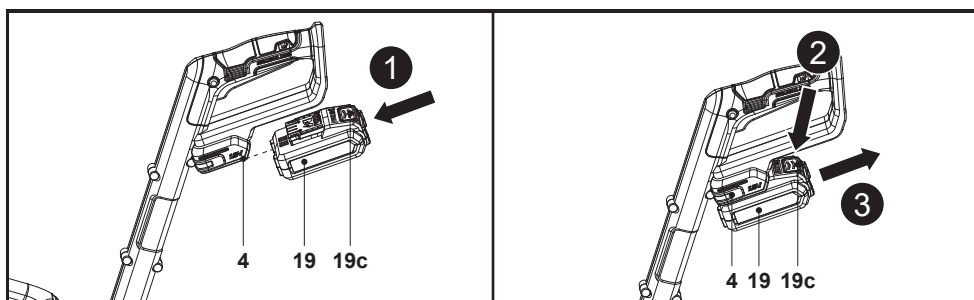

Fig. 2
Colocar: alinhe a bateria (19) com a porta de ligação da bateria (4) e faça-a deslizar para o interior. Certifique-se de que encaixa no lugar (Fig. 2).
Remover: pressione o botão de libertação (19c) e remova a bateria (19) da porta de ligação da bateria (4) (Fig. 2).
1. Ligue a ficha de alimentação (20a) do carregador (20) a uma fonte de alimentação adequada.
2. Alinhe a bateria (19) com a porta de ligação da bateria (20d) e faça-a deslizar até bloquear no devido lugar (Fig. 2).